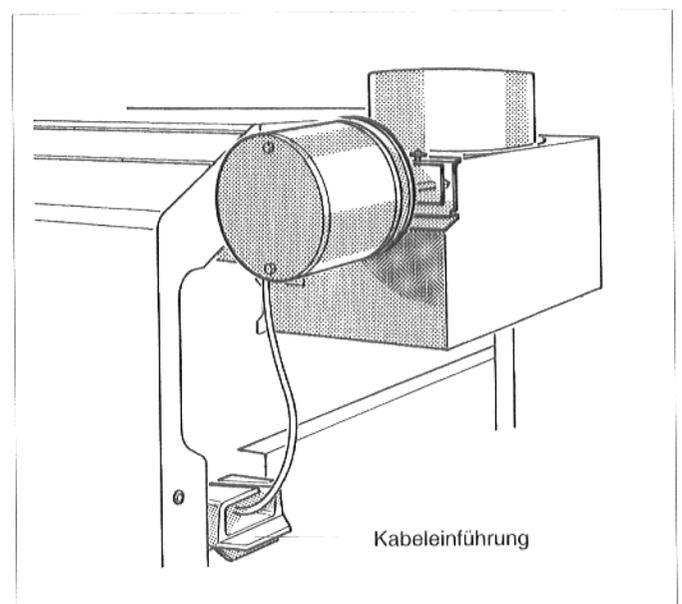

Abb. 10
16. Anschlußleitung von hinten durch die Kabeleinführung im Kabelkanal zum Regelgerät führen und Anschluß nach Schaltplan an der Steckverbindung herstellen (Abb. 10).